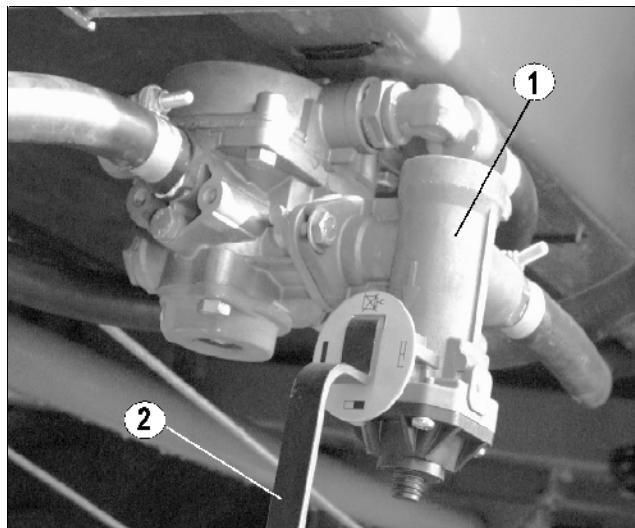

Рис. 13
- Перед началом движения регулятор тормозного усилия (Рис. 13/1) отрегулируйте вручную при помощи рычага (Рис. 13/2) в соответствии со степенью загрузки.